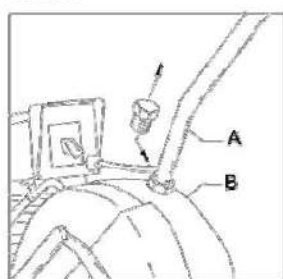

Рис.4.01
- Снять пластиковую заглушку с режущей головки (рис. 4.01). При необходимости в отверстие можно установить рым-болт M20 DIN 580.
- Установить и зафиксировать рукоятку на режущей головке (рис. 4.01 А).
- Проверить уровень масла для смазки режущей головки, при необходимости долить масло (рис. 4.01, см. стрелку).